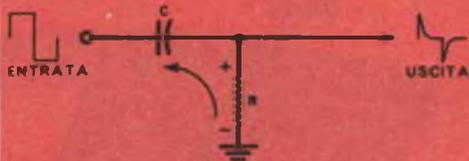

Fig. 2
**È un impulso!** — In fig. 2 è illustrato il circuito differenziatore, familiare al tecnico